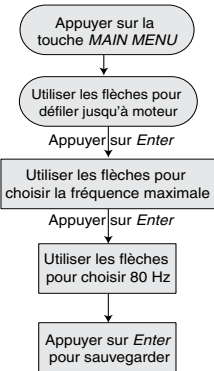

Figure 11 – Choix de 80 Hz (fonctionnement sur le triphasé seulement).
B. Procéder comme il est indiqué à la Figure 11.